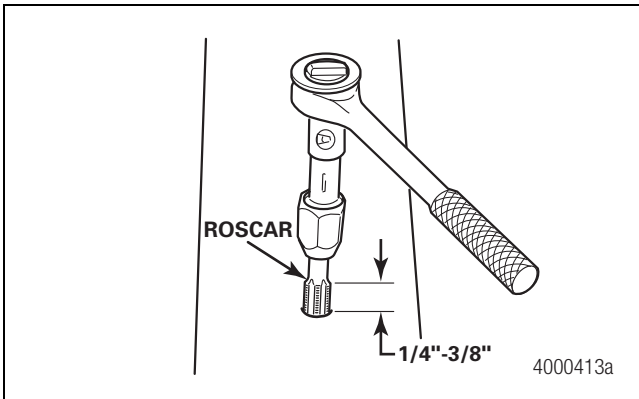

Figura 2.3
5. Use fluido para roscar y un macho de roscar NPT de 1/8-27 de pulgada para roscar el agujero RECTO perforado en el eje. No permita que el macho de roscar atraviese por completo el agujero. Deje de 1/4 a 3/8 de pulgada de roscas expuestas. Figura 2.3.